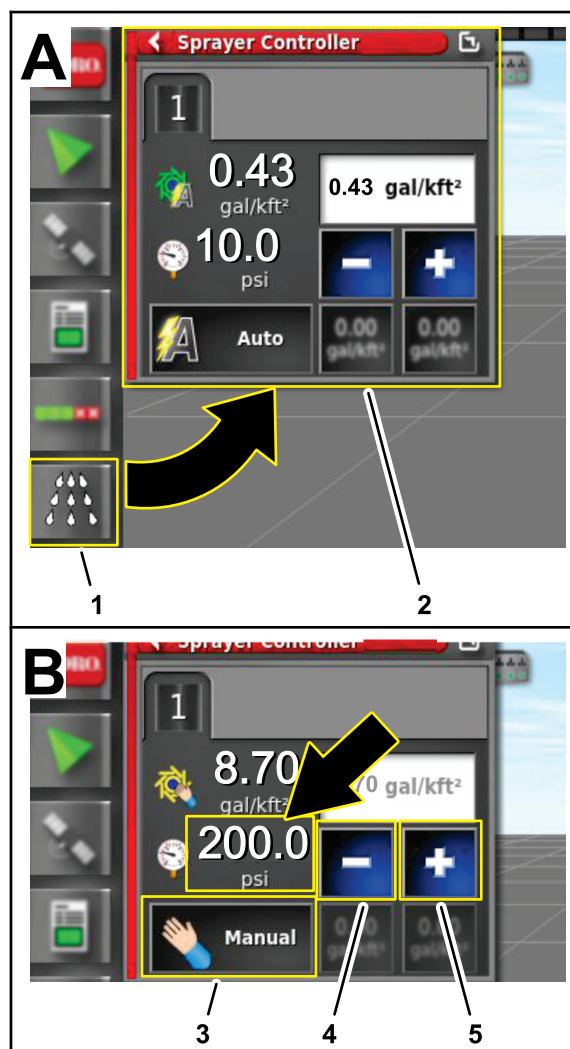

Figura 273
4. En la consola de control GeoLink, pulse el icono CONTROLADOR DE CAUDAL DE FUMIGACIÓN (Figura 273).
5. En el cuadro de diálogo Controlador del caudal de fumigación, pulse el icono MODO DE CONTROL DE CAUDAL hasta que aparezca el modo manual (Figura 273).
6. Presione el icono Reducir (-) o Aumentar (+) para ajustar la presión del sistema de fumigación (Figura 273) a 13.75 bar (200 psi).